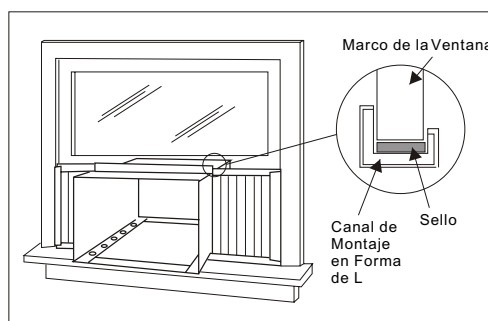

Fig. 11
B. Asegúrese de que el canal de montaje en forma de L esté delante del marco. El canal en forma de U de la parte inferior del gabinete deberá quedar en el riel del soporte ensamblado. Baje la ventana hasta que apoye justo detrás de la parte delantera del canal de montaje en forma de L. Vea la (Fig. 11).